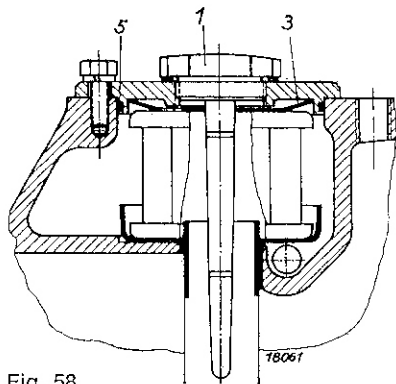

Fig. 58
Pour nettoyer le filtre, ôter le couvercle de filtre ① après enlèvement des 3 vis six pans; ensuite, retirer avec précaution l'élément filtrant ② avec bague d'arrêt ③ et pot collecteur de boue ④, et sans endommager les joints. Laver l'élément filtrant et le pot collecteur à l'essence de nettoyage en se servant d'une brosse douce. Au remontage du filtre, veiller à une bonne étanchéité des bagues caoutchouc ⑤ — fig. 58 — La bague d'arrêt conique ③ doit poser par son plus petit diamètre sur l'élément filtrant (fig. 58).